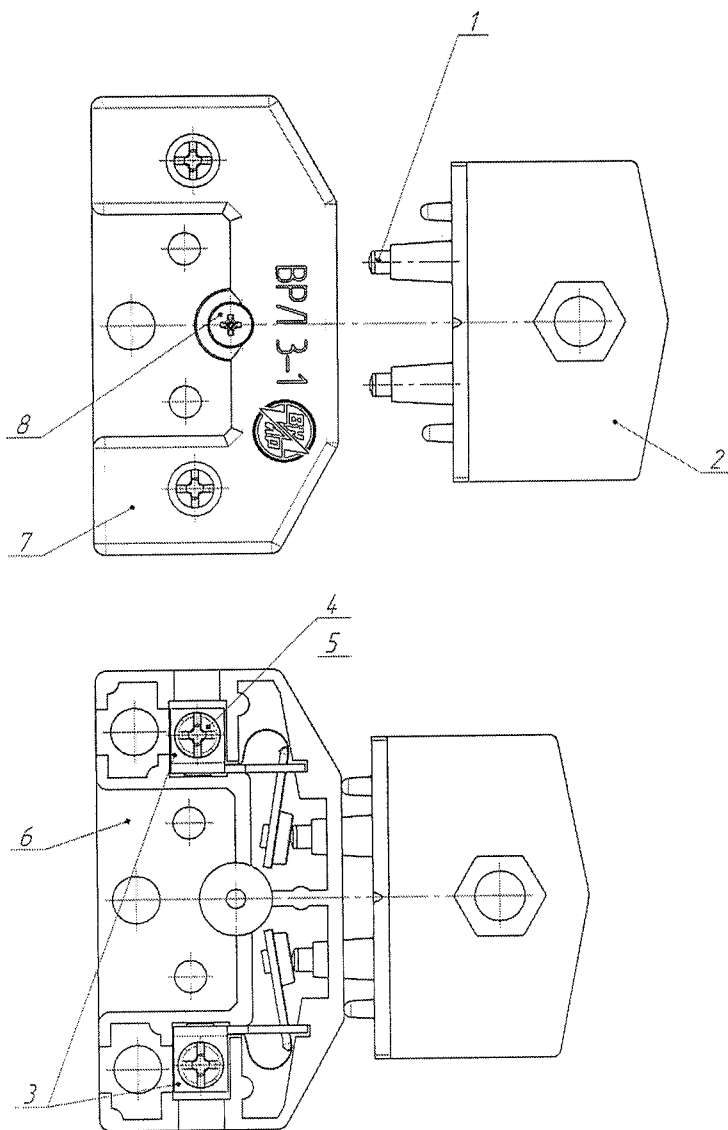

Рисунок 1 – Выключатель безопасности типа ВРЛ 3
1.3.2 Контактная система выключателей (рисунок 1) состоит из П – образного неподвижного контакта мостикового типа с серебросодержащими контакт-деталью поз. 1, запрессованного в независимую от камеры подвижную траверсу поз. 2, и неподвижных контактных узлов поз. 3 с серебросодержащими контакт-деталью.